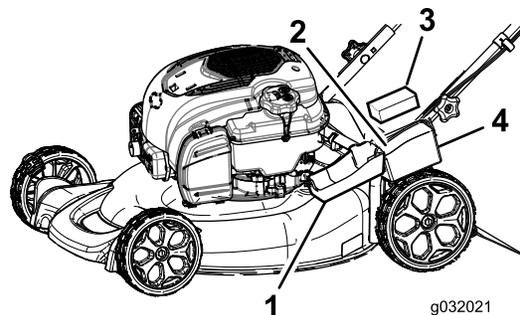

Рисунок 29
1. Расфиксируйте крышку аккумулятора и снимите его (Рисунок 29).